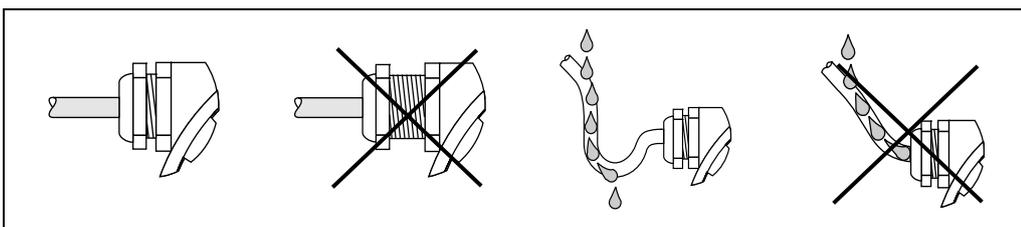

Abb. 3
- Kabeleinführung fest anziehen (Abb. 3).
- Kabel vor der Kabeleinführung in einer Schlaufe verlegen ("Wassersack", Abb. 3). Auftretende Feuchtigkeit kann so nicht zur Einführung gelangen. Bauen Sie das Messgerät zudem immer so ein, dass die Kabeleinführungen nicht nach oben gerichtet sind.